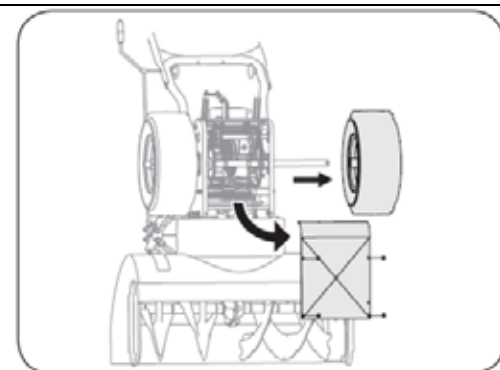

Рис. 37
3. Отсоедините винты крышки нижней части снегоуборщика (См. Рис.37). Отсоедините правое колесо от оси.